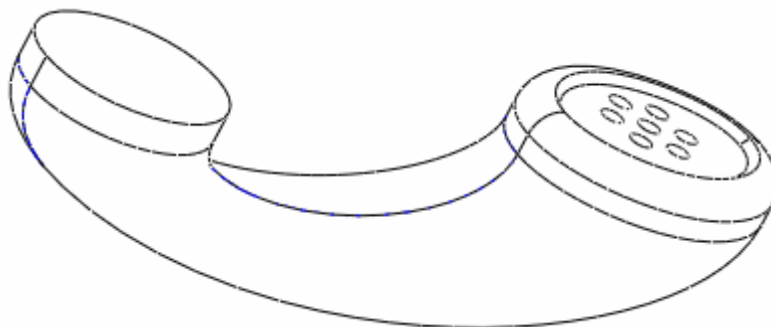

图 61-29
(4) 单击  按钮，完成草图绘制，调整特征生成方向，单击  按钮，完成特征建立，如图 61-29 所示。